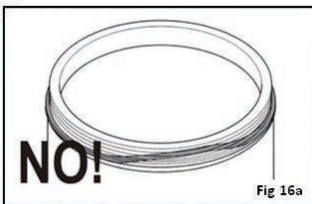

Fig 16a
- Avant de remonter le bol, assurez-vous que le joint d'étanchéité est positionné correctement (Fig 16a, 16b).